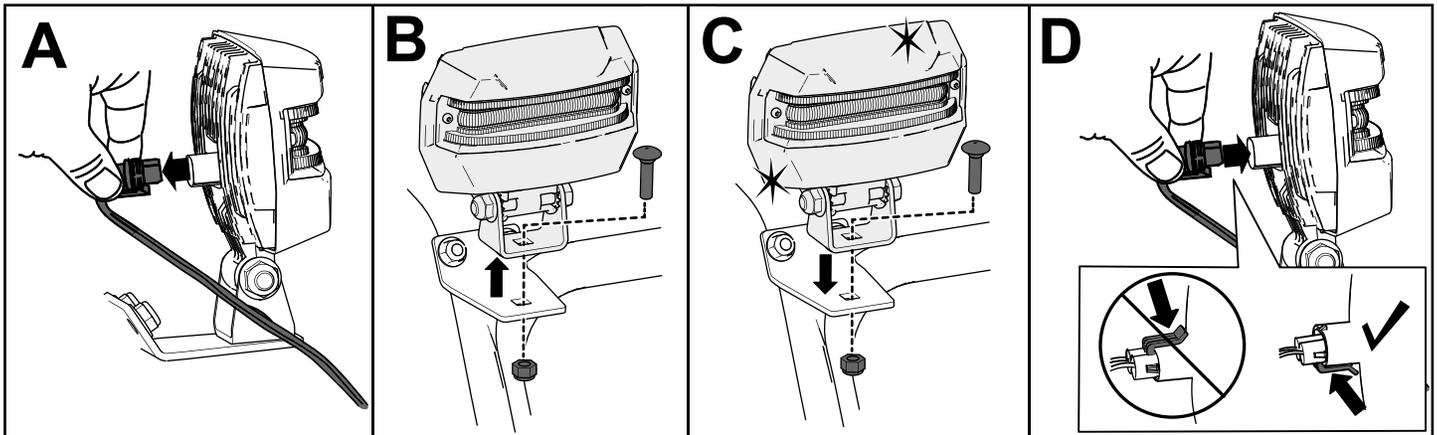

Рисунок 39
1. Отсоедините разъем провода фары с тыльной части фары (вид А на Рисунок 39).
2. Отверните болт и гайку, которые крепят фару в сборе к кронштейну фары, затем снимите старую фару в сборе (вид В на Рисунок 39).
3. Прикрепите новую фару в сборе к кронштейну фары с помощью ранее снятой гайки и болта (вид С на Рисунок 39).
4. Вставьте разъем провода фары в тыльную часть фары до его надежной фиксации на месте (вид D на Рисунок 39).